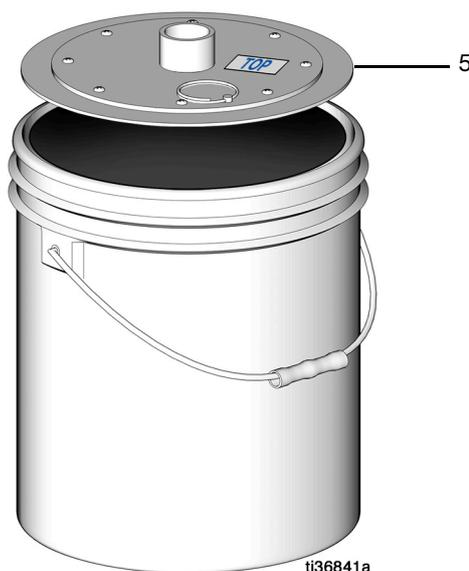

FIG. 16
1. Desconecte la bomba (7) de la fuente de alimentación principal. No desconecte la conexión a tierra.
3. Afloje los dos tornillos de mariposa (4).
4. Retire del cubo vacío la cubierta de bidón (1), el conjunto de la bomba (7) y el plato seguidor y apártelos.
7. Ponga el plato seguidor (5), con el lado superior hacia arriba, y presiónelo firmemente hacia abajo para eliminar todas las bolsas de aire (FIG. 16).